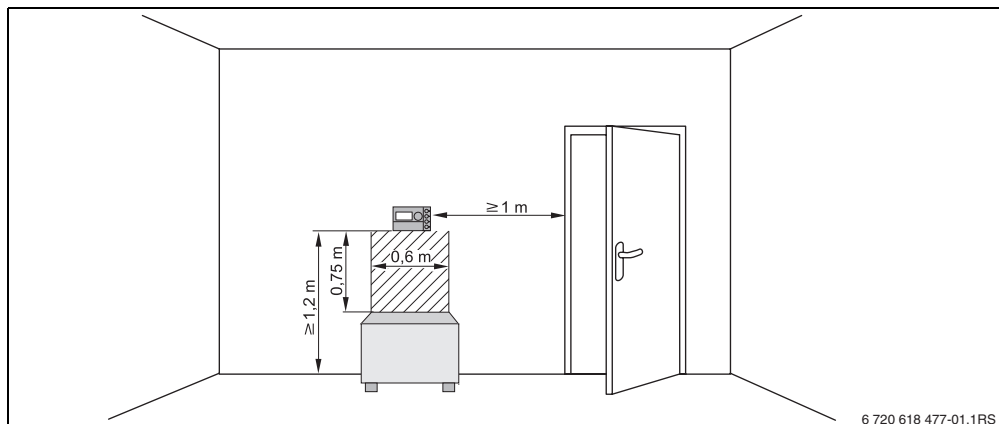

Рис. 1 Минимальные расстояния для установки прибора в контрольном помещении
- Расположение прибора на внутренней стене (→ рис. 1)
- Для правильного измерения температуры оставьте свободное пространство под пультом управления (→ рис. 1, заштрихованная область).